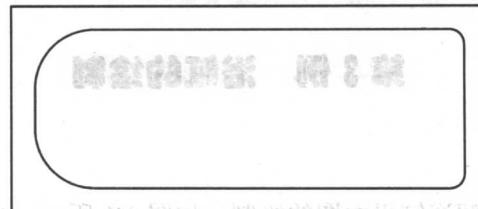

图 3-4 圆角操作
4. 选择“修改”/“圆角”命令，对偏移的图形进行圆角操作，圆角半径为 50mm 和 200mm ，结果如图 3-4 所示。